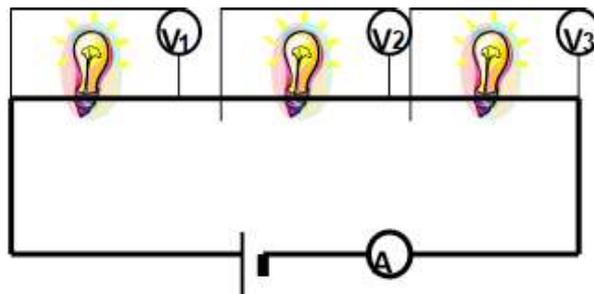

Figura 3
3. Armen el siguiente circuito, como indica la figura 3, tomando las medidas del voltímetro y del amperímetro como se indica y coloquen los valores en la **tabla 1**, donde dice 2° circuito.